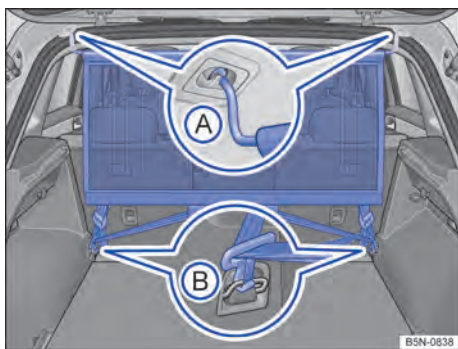

Fig. 192 No compartimento de bagagem: rede divisória instalada atrás do banco traseiro.
- Prender a rede divisória numa das duas admissões no teto → Fig. 192 (A). Atentar para que a barra transversal seja puxada de cima da posição superior para baixo.
- Enganchar a rede divisória numa admissão no teto, comprimindo a barra transversal → Fig. 192 (A).
- Prender os dois ganchos de retenção da rede divisória nos olhais de amarração no compartimento de bagagem e tensionar firmemente os cintos de fixação → Fig. 192 (B).
- Desenganchar o gancho de retenção da rede divisória dos olhais de amarração → Fig. 192 (B).